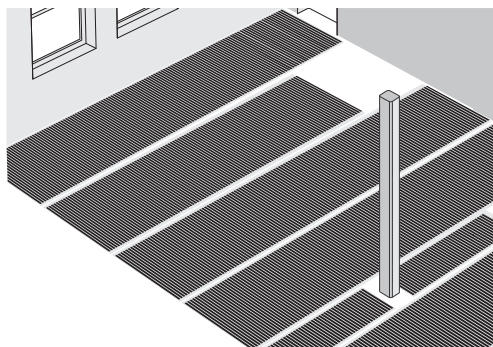

Fig. 1. Rummets layout
Ved planlægning af layoutet for gulvvarmen (se Fig. 1) er der retningslinjer, der skal følges for at sikre en korrekt installation. Nedenfor findes de retningslinjer, der skal overholdes,
- Placeringen af termostatsens tilslutningspunkt og gulvsensorens position skal fastlægges og indgå i rumplanen (se Fig. 1 som eksempel).